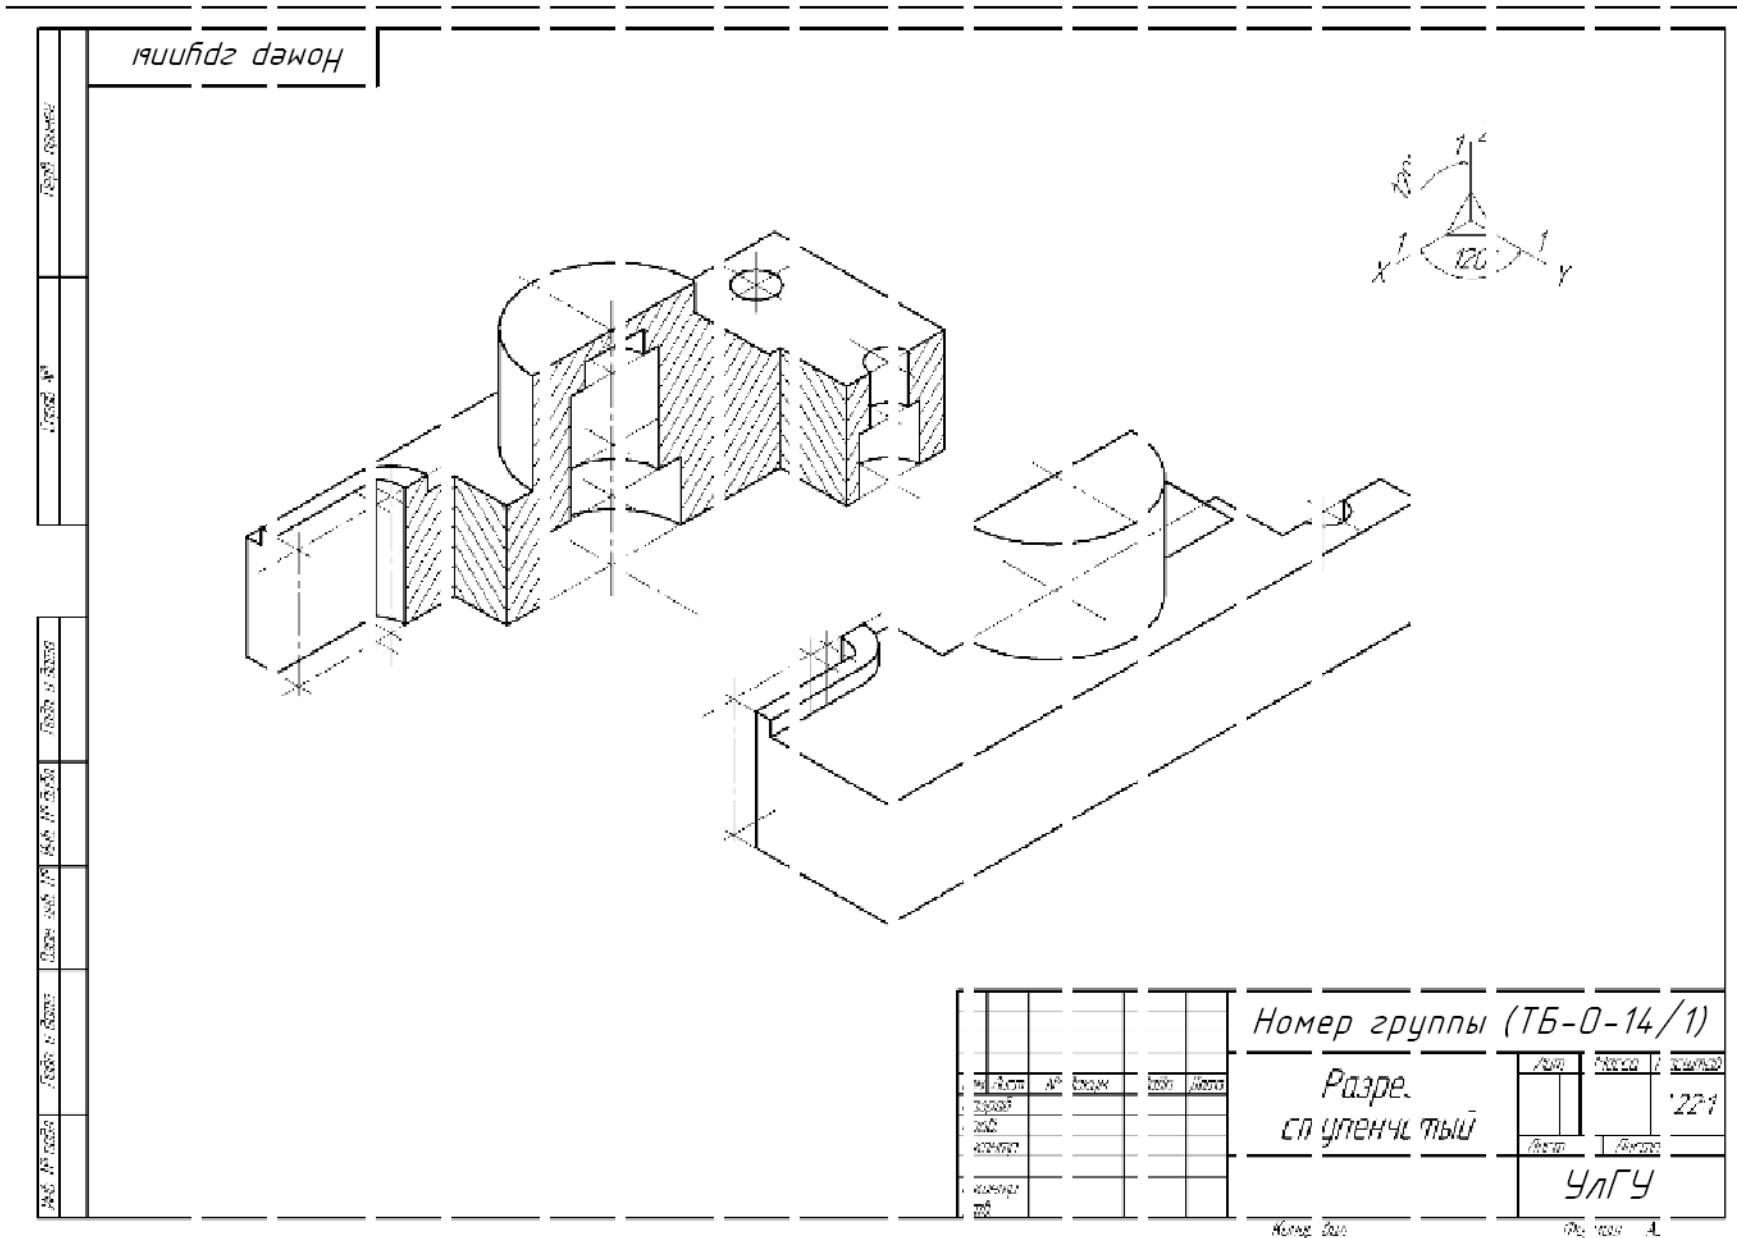

Рис. 7. Пример выполнения задания «Аксонометрия»
3. По двум заданным видам наружной поверхности детали (табл. 5) построить ее приведенную изометрическую проекцию (*см. пример выполнения задания – рис. 7*).